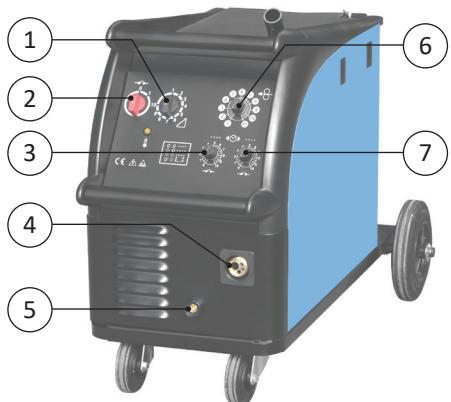

Bild 1A - Typen 2200, 2400
Beim Anschließen des Brenners schalten Sie die Maschine vom Netz ab! In den EURO Stecker (Bild 1A/B, Pos. 4) schließen Sie den Schweißbrenner an und die Überwurfmutter festziehen. Das Erdungskabel schließen Sie in einer Erdungsschnellkupplung (Bild 1A/B, Pos. 5) an und festziehen. Der Schweißbrenner und Erdungskabel sollten möglichst kurz sein, dicht aneinander und an der Bodenebene oder nahe von ihr angebracht.
- Das Schweißdraht wird in den Brenner eingeführt. Die Einführungsgeschwindigkeit stellen Sie mit Hilfe des Potentiometers der Drahtvorschubgeschwindigkeit ein (Bild 1A/B, Pos. 6).